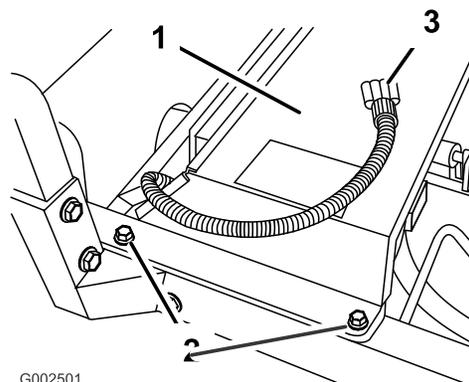

Figure 19
- Posez l'ensemble couvercle de radiateur sur le radiateur du véhicule (Figure 19).